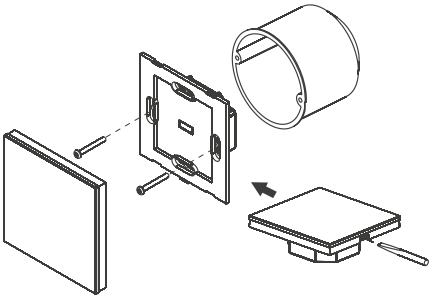

Рисунок 1. Монтаж панели управления.
- 3.2. Аккуратно отделите лицевую панель от корпуса при помощи отвертки (Рис.1).